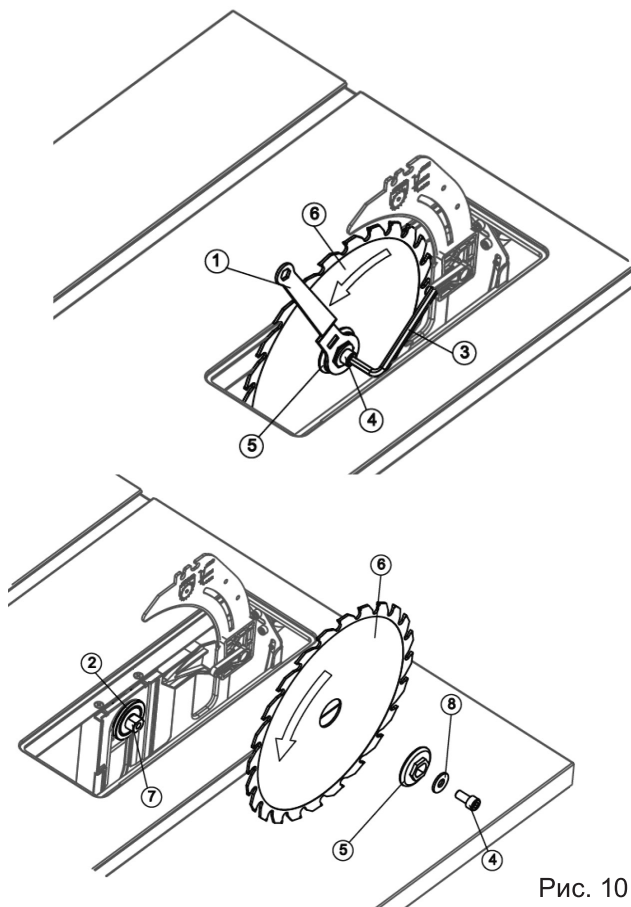

Рис. 10
Ключ 1 наденьте на прижимной фланец 5 пильного диска (рис. 10).
Установите новый пильный диск на вал 7 (рис. 10). Убедитесь, что зубья пильного диска направлены вперед и вниз. Наденьте на вал фланец (5) и шайбу (8).